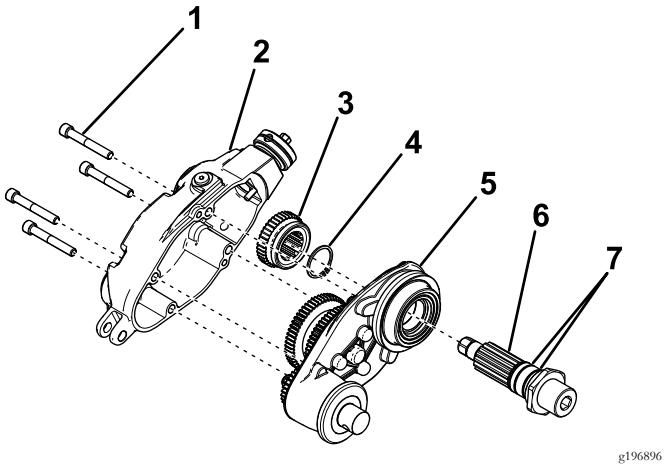

図4
6. グルーマドライブカバーを固定しているボルト4本を取り外す図4。
7. カバーを外して、駆動ギアをシャフトから抜き出す図4。
8. リテナーリングを外して駆動シャフトアセンブリをグルーマハウジングから抜き出す図4。
9. 駆動シャフトアセンブリについているOリングを外して捨てる図4。